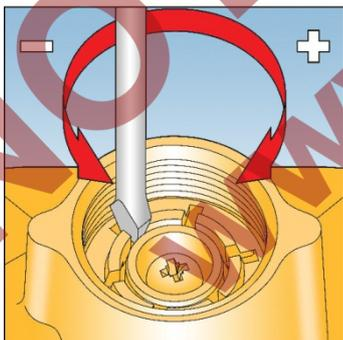

Fig. 6
4. Gire no sentido anti-horário (-) para diminuir o carregamento na mola para o mínimo. Veja Fig. 6 (se não houver válvula de bloqueio shut-off vá para a instrução 12).
6. Coloque uma chave de fenda no topo da tampa para regulagem da mola. Veja Fig. 6.
15. Lentamente gire o suporte da mola no sentido anti-horário (-) até que o dispositivo bloqueie por alta pressão. Veja Fig. 6.